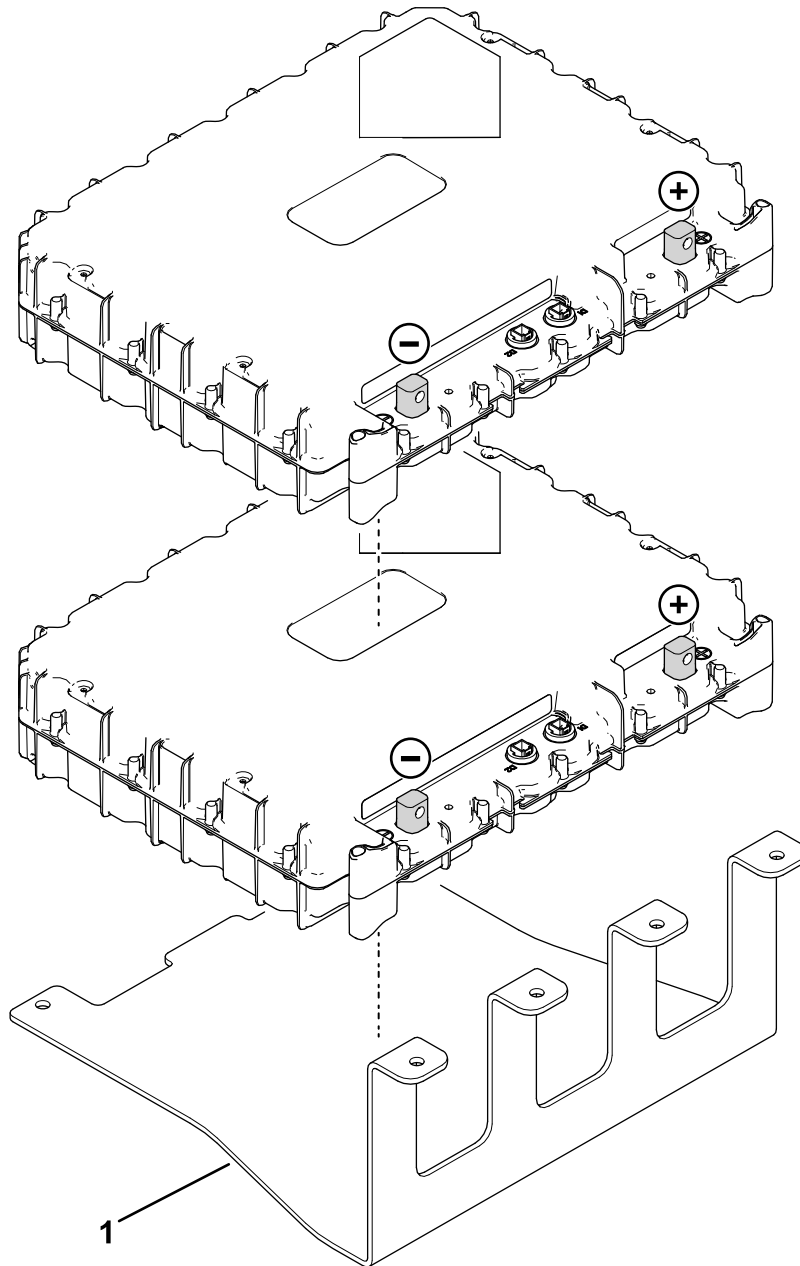

Figura 18
- Montate le 2 batterie sulla piastra della base inferiore come illustrato nella Figura 18.